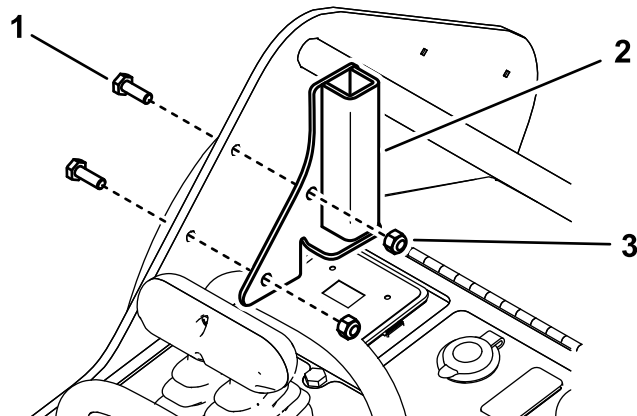

Figura 7
3. Montai consola scutului stânga pe cadrul din stânga cu 2 uruburi (1/4 x 3/4") i 2 contrapiulie (1/4") aa cum se arată în Figura 7.
4. Montai consola scutului dreapta pe cadrul din dreapta cu 2 uruburi (1/4 x 3/4") i 2 contrapiulie (1/4"), în mod similar cu Figura 7.